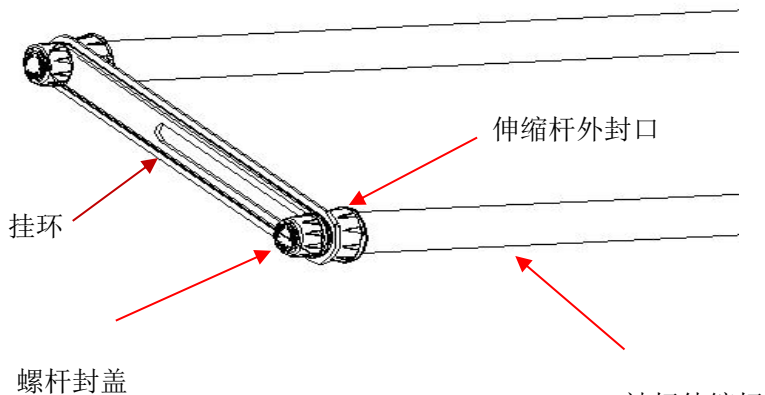

图 15
- 2. 安装被杆：拧退被杆伸缩杆上的螺杆封盖，然后将螺杆封盖与挂环固定在被杆上。安装完成如图 15 所示。